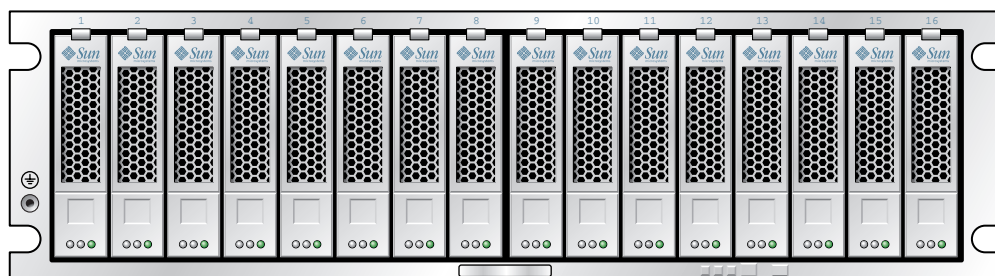

FIGURA 1-4 Parte delantera de la Unidad de controladores RAID de Sun StorageTek 5320
La Unidad de controladores RAID de Sun StorageTek 5320 (CU) proporciona almacenamiento centralizado directamente conectado al Dispositivo Sun StorageTek 5320 NAS o Dispositivo en clúster Sun StorageTek 5320 NAS. Es posible configurar los sistemas con una o dos unidades de controladores, cada una de las cuales puede contener únicamente unidades de disco Fibre Channel o SATA. La FIGURA 1-4 muestra la parte frontal de la unidad de controladores.